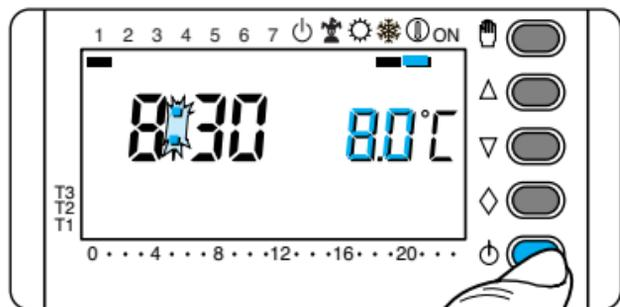

Fig. 49
10.1 - Premere una sola volta il pulsante  (fig. 49).